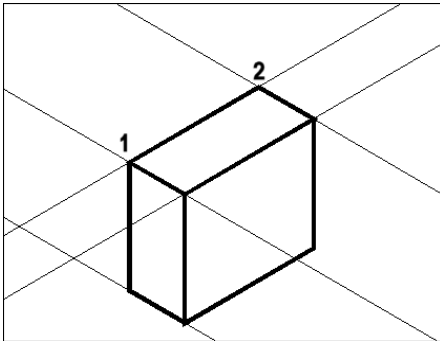

Fig.4.19
- [5] Appuyer sur Entrée pour terminer l'opération (fig.4.19).